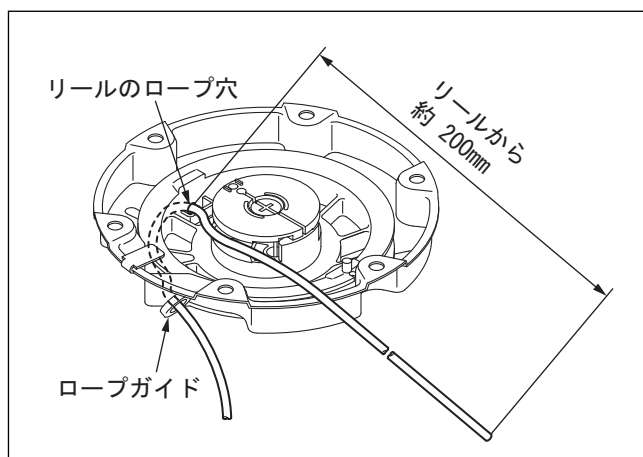

図 14-7
(4) ゼンマイの力を抑えます。
- 2 リールのロープ穴とロープガイドが一直線になる位置でリールを固定します。(図14-7)
(5) ロープを取付けます。(二人作業)
- 1 ロープ末端をロープガイドとリールのロープ穴に通し、末端をリールから20cm位引き出しておきます。(図14-7)